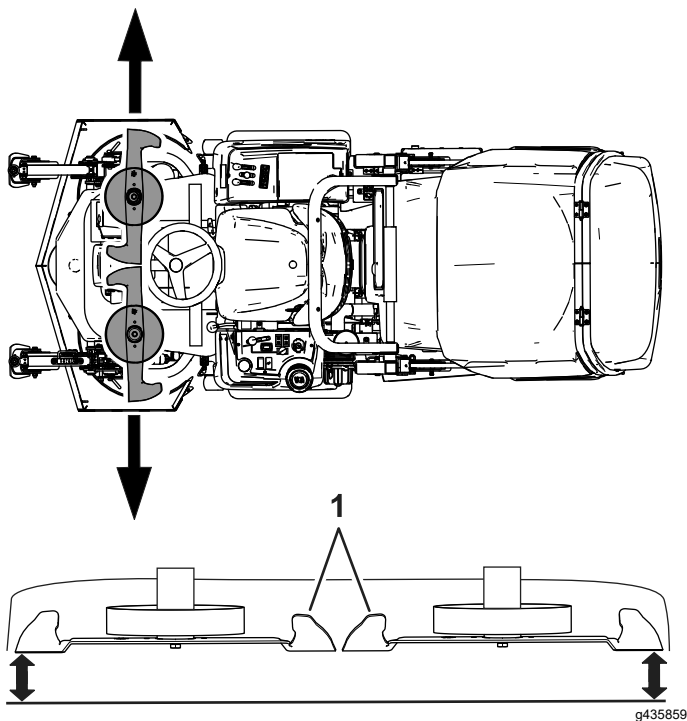

Figure 103
3. Placez la lame latérale à la position extérieure (Figure 103).
4. Mesurez la distance entre le sol et l'extrémité extérieure du tranchant de la lame (Figure 103).
5. Placez la lame latérale de l'autre côté de l'unité de coupe à la position extérieure (Figure 103).
6. Mesurez la distance entre le sol et l'extrémité extérieure du tranchant de la lame avec une cale étalon (Figure 103).
8. Mesurez l'extrémité extérieure des tranchants de lame (Figure 103).